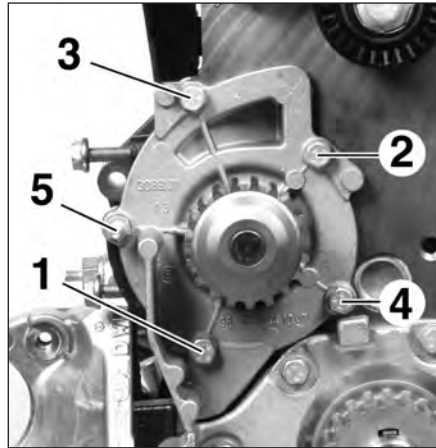

FIG.30
- la pompe à eau avec son joint (Fig.30).
- Respecter l'ordre de serrage (Fig.30).